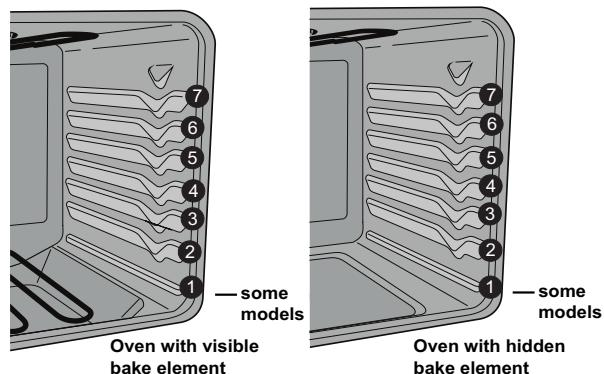

Figure 13 : Emplacement des grilles pour les fours à éléments de cuisson visibles ou dissimulés.
- Pour de meilleurs résultats lors de la cuisson des gâteaux ou des biscuits sur deux grilles, voir à les placer en position 3 et 5 (voir **Figure 13**).